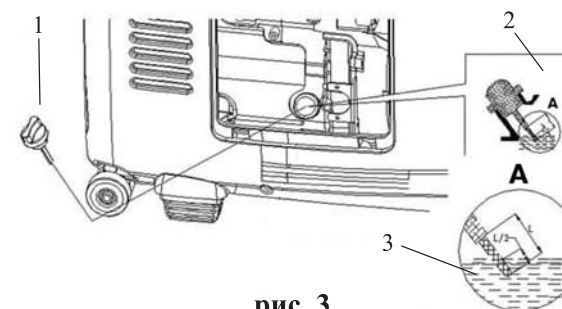
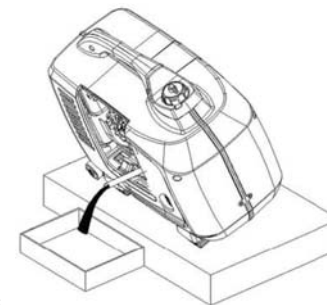

рис. 3
рис. 6
7.2.1 Открыв крышку 10 (рис. 1), вывинтите шуп-пробку 1 (рис. 3), из горловины картера 2 (рис. 3). Опустите в горловину сухой, чистый шуп и вытащите его - край смоченный маслом должен располагаться между отметками минимального и максимального допустимого уровней 3 (рис. 3).
7.5.1 На прогретом до рабочей температуры двигателе, откройте крышку 10 (рис. 1) и вывинтите пробку для слива масла 1 (рис. 3), под сливным отверстием разместите вспомогательную ёмкость как показано на рис. 6. После прекращения истечения масла, залейте новое масло до нижнего края заливного отверстия. Проверьте уровень масла.